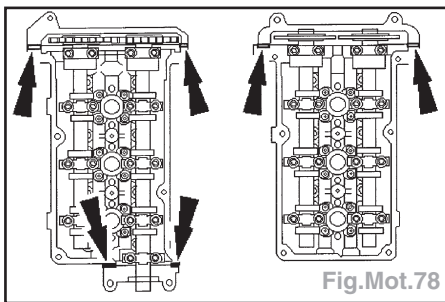

Fig.Mot.78
- Enduire les plans de joint des culasses de mastic détaché (Fig.Mot.78).